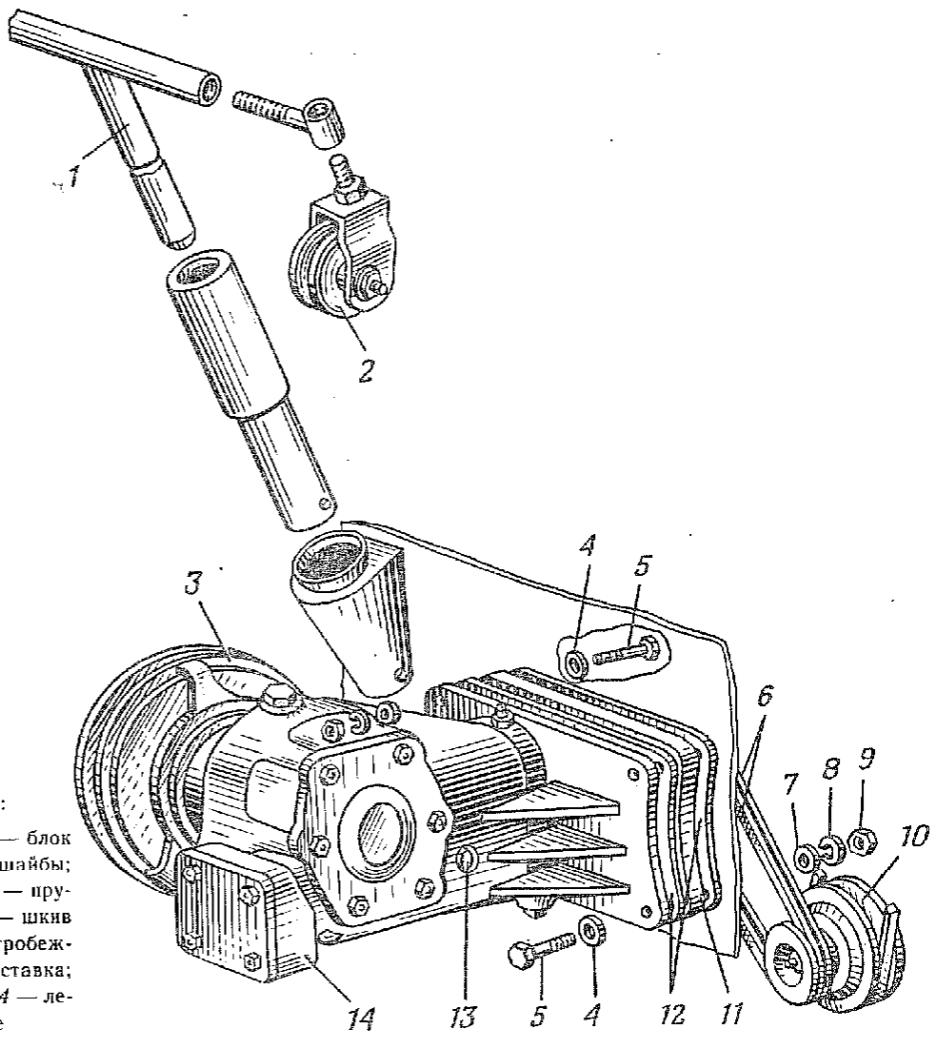

Рис. 97. Лебедка в сборе
- 1.8. Ослабить гайки 9 (рис. 97) крепления лебедки и переместить лебедку в овальных отверстиях перед-
- 2.1. Установить лебедку 14 (рис. 97) с прокладками 12 и проставкой 11 на автомобиль, совместив крепежные отверстия лебедки с отверстиями в передней части кузова. Установить в отверстия болты 5 с шайбами 4, 7, 8 и навернуть гайки 9 (ключ 17).
2.1. Вставить конец троса в отверстие барабана 3 (рис. 97) лебедки и расклепать наконечник на конце троса (молоток 1000 г, наковальня).